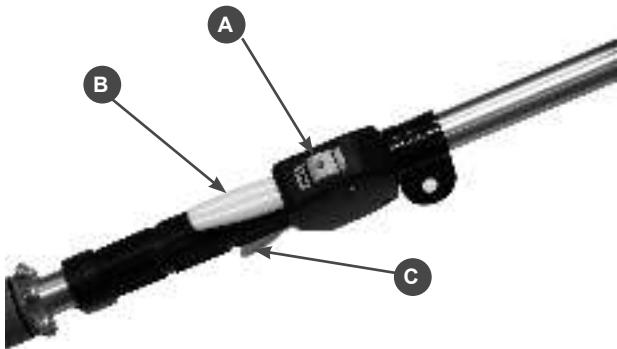

Рис.7
1. Установите выключатель (A) в положение «I» (сдвиньте вперед до упора) Рис.7
4. Нажмите на стопорный рычаг (B) и курок газа (C) Рис.7.
2. Нажмите на стопорный рычаг (B) и курок газа (C) Рис.7 и, удерживая рычаги в нажатом состоянии, потяните за рукоятку стартера, пока не почувствуете сопротивление. Затем произведите резкий рывок 1-2 раза. Двигатель должен запуститься.
При аварийной ситуации необходимо немедленно выключить двигатель. Для этого переведите выключатель (A) в положение «Стоп» Рис.7